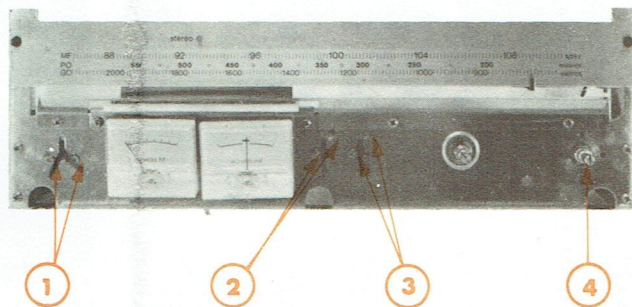

Fig. 4
E. DEPOSE DU SELECTEUR DE FONCTIONS ET DES INTERRUPTEURS MARCHÉ/ARRET, SILENCIEUX MF ET FILTRE STEREO (Fig. 4)
- 2° - Dévisser et enlever les vis (1), (2) et (3) afin de déposer les interrupteurs « marche/arrêt », « filtre stéréo » et « silencieux mf ».
- 3° - Dévisser et enlever l'écrou (4) puis déposer le sélecteur de « fonctions ».